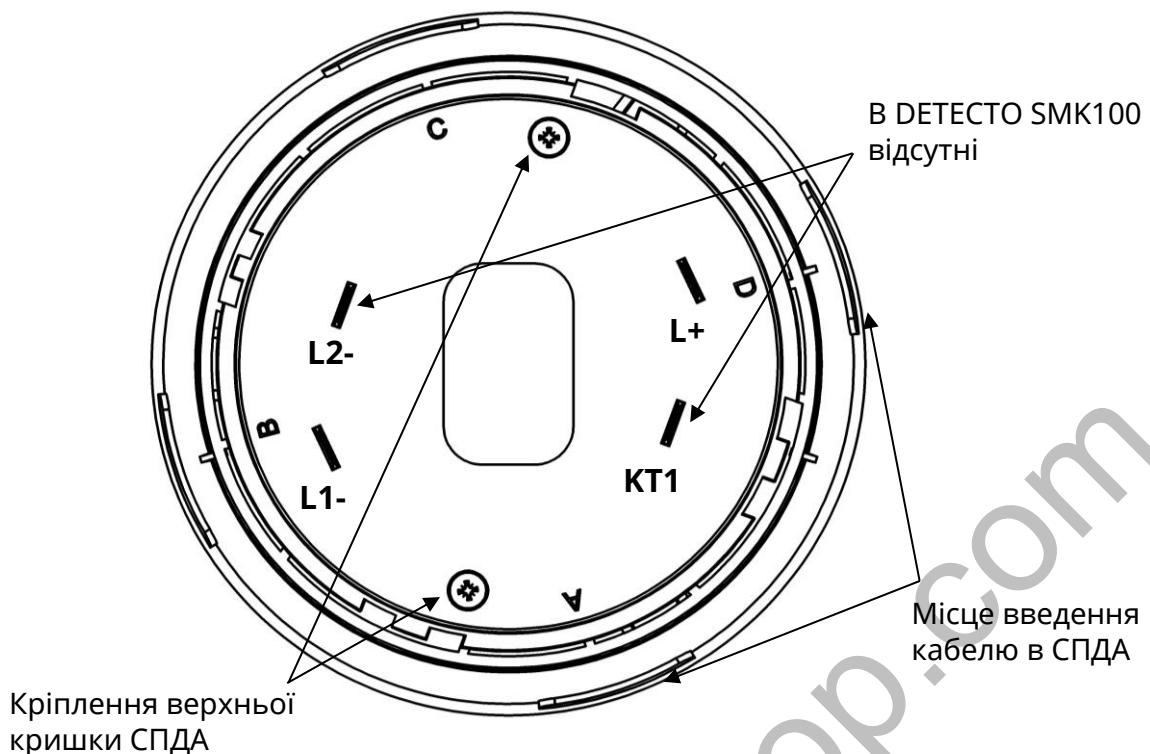
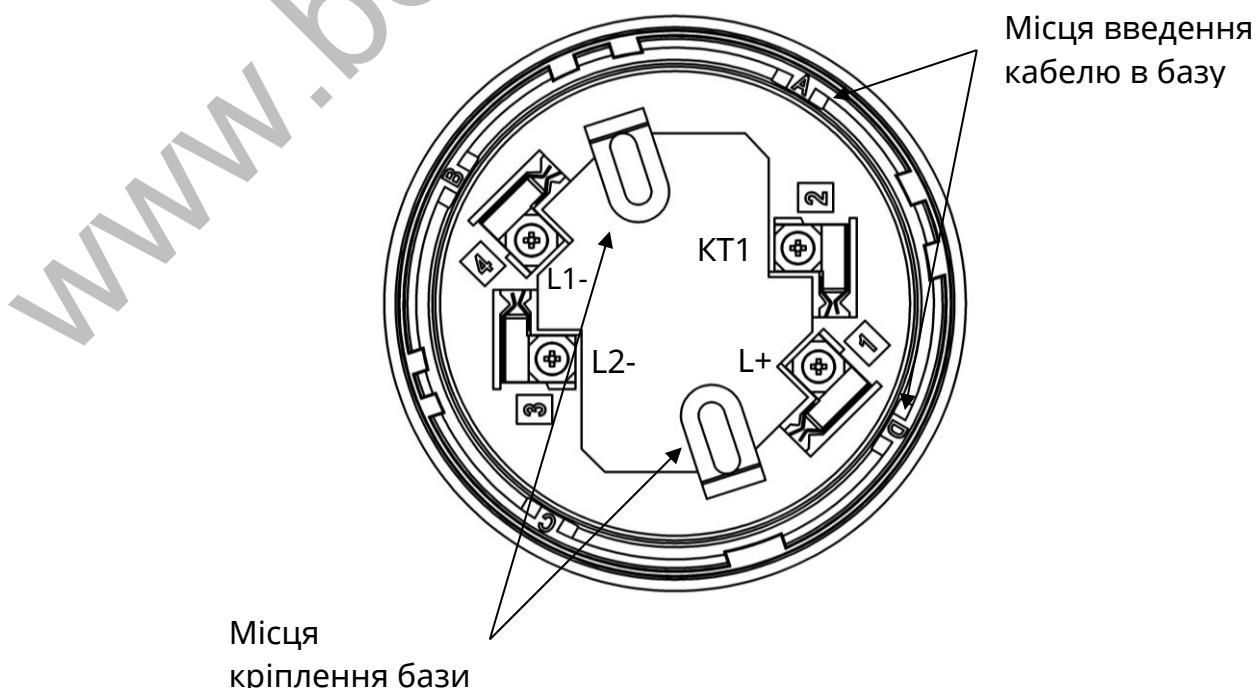

Рисунок 1 – Вигляд СПДА з боку контактів
Рисунок 3 – Розташування клем на базі СПДА
L2-	Клема підключення мінусового дроту AI. В СПДА DETECTO SMK100 ця клема відсутня (рис.1)
KT1	Клема для підключення ВПОС. В СПДА DETECTO SMK100 ця клема відсутня (рис.1)
- 3) закріпити дроти AI в гвинтових клемах бази відповідно до рис. 3 і таблиці 1. В базі СПДА DETECTO SMK110 чотири клеми, в СПДА DETECTO SMK100 – дві клеми;
5.3 Для випадків, коли кабель всередину бази заводять збоку, в самій базі та в кришці СПДА передбачені вікна, потрібні з яких вирізають. Ці вікна промарковані літерами «A», «B», «C», «D» (рис.1, рис.3).
- 2) викрутити 2 шурупи з боку контактів на корпусі сповіщувача (рис.1) і зняти верхню кришку;